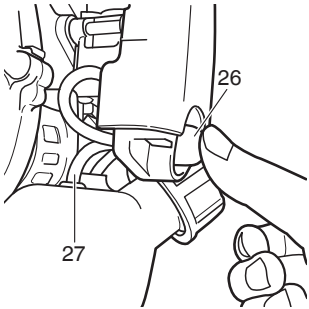

Fig. 16
- (2) Presione el cebador (26) repetidamente para que el combustible fluya por el tubo de retorno (27). (Fig. 16)